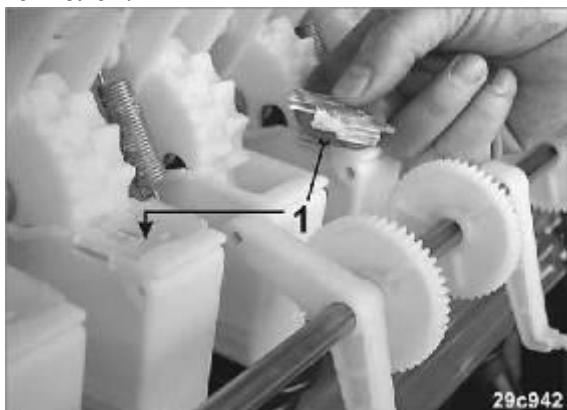

Рис.103
7.6.4. Отметьте новые высевающие катушки для техколеи, при этом вставьте щетки мелкосемянных высевающих катушек (Рис. 103/1) в новые высевные коробки техколеи.